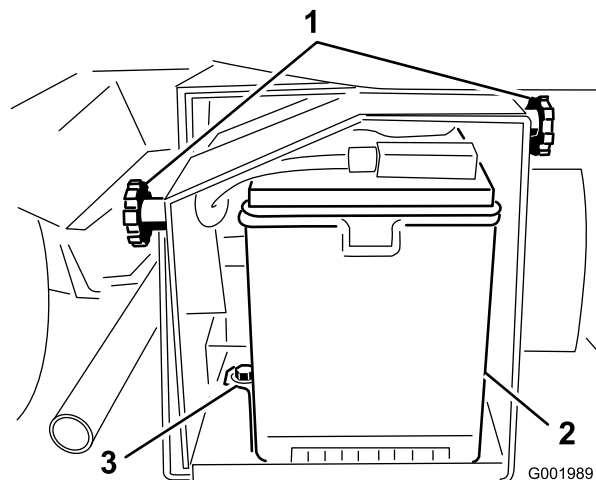

Figura 52
2. Desaperte os manípulos na parte lateral da caixa da bateria e retire a cobertura da bateria (Figura 52).
5. Retire as fixações e os fechos da bateria (Figura 52).
2. Coloque a fixação da bateria, assim como os fechos que retirou anteriormente (Figura 52).
4. Coloque a cobertura da bateria e aperte-a com os 2 manípulos (Figura 52).
1. Desaperte os manípulos na parte lateral da caixa da bateria e retire a cobertura da bateria (Figura 52).